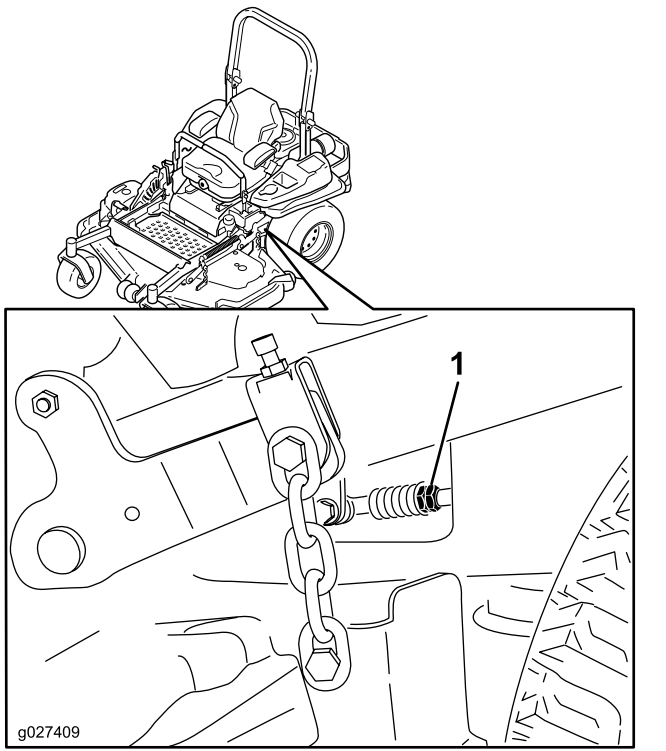

Figura 91
10. Ajuste la longitud de las varillas de control de las bombas girando las tuercas dobles de la varilla en el sentido apropiado, hasta que las ruedas se muevan ligeramente en marcha atrás (Figura 91).